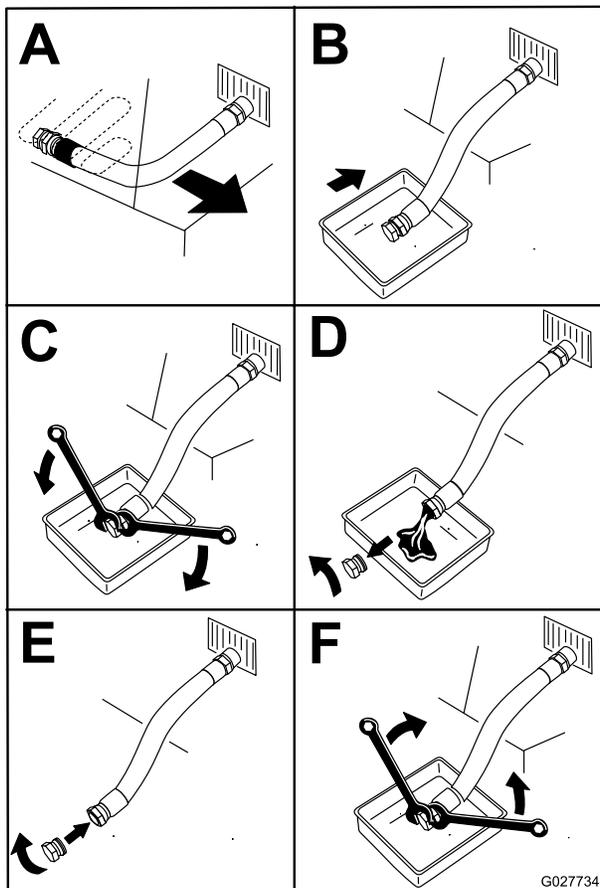

Figure 50
3. Avant de quitter la position d'utilisation, coupez le moteur, enlevez la clé de contact et attendez l'arrêt complet de toutes les pièces mobiles (Figure 50).